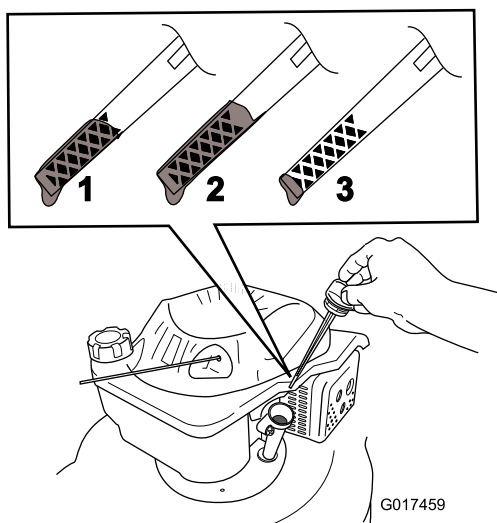

Figura 35
8. Retire la varilla y compruebe el nivel de aceite en la misma (Figura 35).